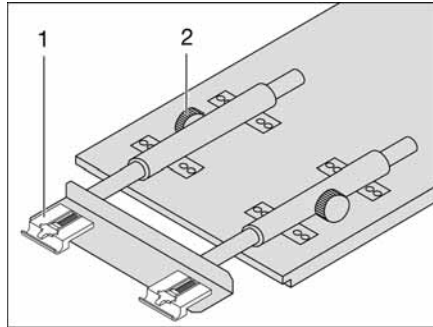

Fig. 89 Agrandir la table suspendue
- Desserrer les vis moletées (Fig. 89,2).
- Soulever légèrement le plateau de table à l'avant et l'extraire jusqu'à la butée. La rallonge de table (Fig. 89,1) est complètement sortie.
- Soulever légèrement le plateau de table à l'avant et le repousser jusqu'à la butée. La rallonge de table (Fig. 89,1) est complètement rentrée.